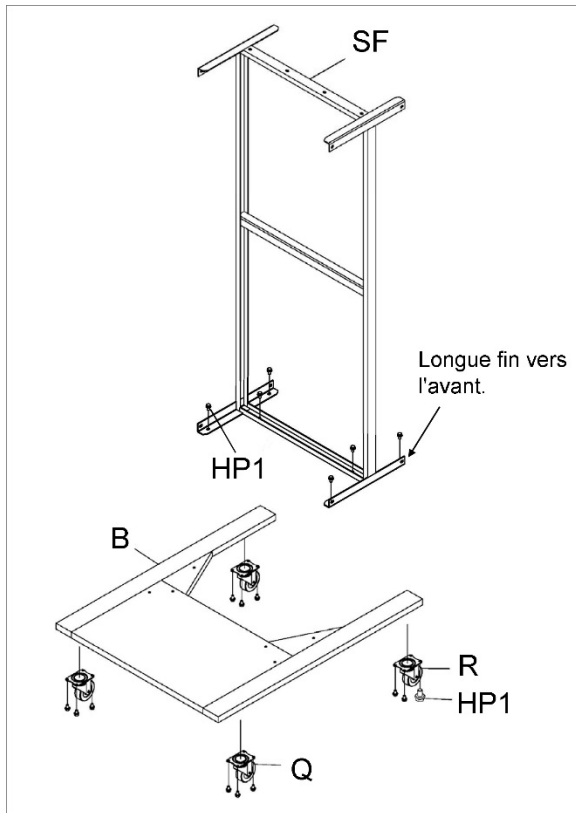

Figure 4
1. Installez les roulettes fixes (Q, Figure 4) et les roulettes orientables (R) dans les trous filetés se trouvant dans la base (B), avec les écrous hexagonaux à embase (HP1). Veuillez noter que les roulettes fixes sont montées sous le côté de la plate-forme de la base, tel qu'illustré.
2. Fixez le cadre de support (SF) à la base (B) avec des écrous hexagonaux à embase (HP1). Assurez-vous que le cadre de support est orienté correctement - l'extrémité longue de l'entretoise inférieure fera face à l'avant ou au côté du tambour.